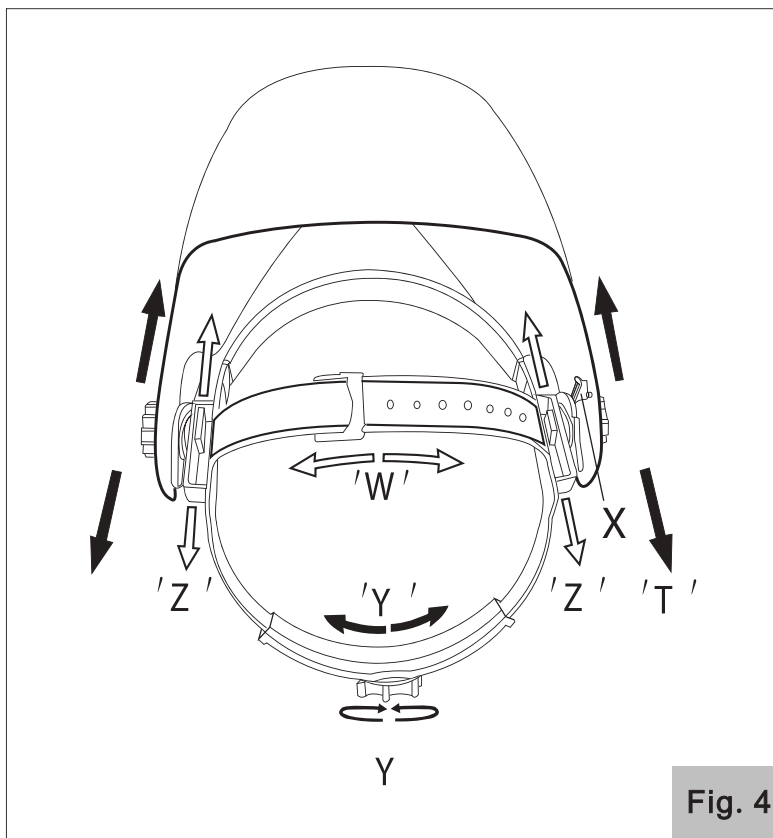

Fig. 4
- 4.1. Ajuste de la parte superior del arnés (Fig.4 W):** Ajuste la longitud de la correa superior para asegurar el balance y estabilidad apropiada.
- 4.2. Ajuste del diámetro del arnés (Fig.4 Y):** Gire la perilla ubicada en la parte trasera del arnés para aumentar o disminuir su diámetro y conseguir el ajuste deseado.
- 4.3. Ajuste de distancia al filtro (Fig.4 Z y T):** Ajuste la distancia entre el lente y la cara soltando las perillas de tensión ubicadas a los lados del casco y presione hacia adentro para liberar de las ranuras de ajuste. Mueva hacia adelante y hacia atrás para obtener la posición deseada. Ambos lados deben estar ubicados a la misma distancia para una óptima visión.
- 4.4. Ajuste de ángulo (Fig.4 X):** Cuatro pasadores en la parte derecha del arnés para proveer ajuste al ángulo de avance del casco. Para ajustarlo suelte la perilla de ajuste externa del lado derecho luego levante la pestaña y ajústela para obtener el ángulo de avance deseado.